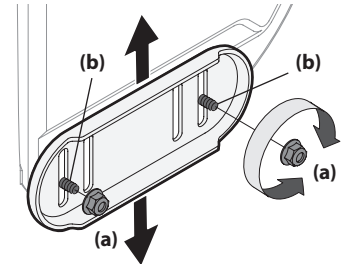

Figura 2-54
1. Afloje las cuatro tuercas hexagonales (a) (dos en cada lado) y los pernos del carro (b). Mueva las zapatas antideslizantes a la posición deseada. Consulte Figura 2-54.
NOTA: Las zapatas antideslizantes de su unidad pueden verse ligeramente diferentes (y tener hardware diferente) que los que se muestran en la Figura 2-54.